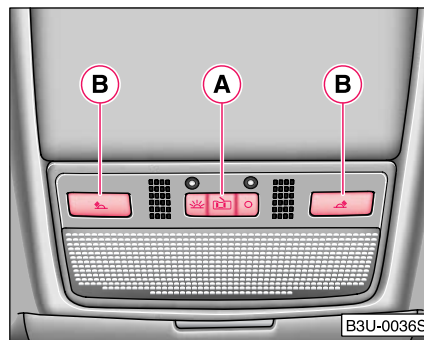

Fig. 40 Secțiune din tavan: Iluminarea interiorului față
- Apăsăți întrerupătorul (A) ⇒ Fig. 40, poziție centrală .
- Apăsați întrerupătorul (B) ⇒ pagina 60, Fig. 40, în dreapta sau în stânga pentru a aprinde sau stinge lampa respectivă de citit.